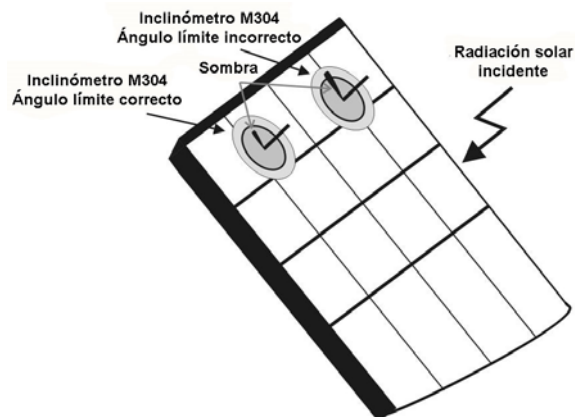

Fig. 10: Posicionamiento inclinómetro M304
18. Monte el soporte sobre el disco del accesorio M304 (inclinómetro) en dotación y apóyelo sobre la planta del módulo. **Verifique que la sombra del soporte no se proyecta sobre el disco y caiga dentro del “cerco concéntrico límite” interno al mismo disco (ver Fig. 10).** En caso contrario el ángulo entre los rayos solares y la superficie del módulo es muy elevado y muy distinto de las condiciones de prueba declaradas por el fabricante, por tanto las medidas efectuadas por el instrumento **NO son consideradas correctas y es necesario repetir las operaciones en otro momento del día**